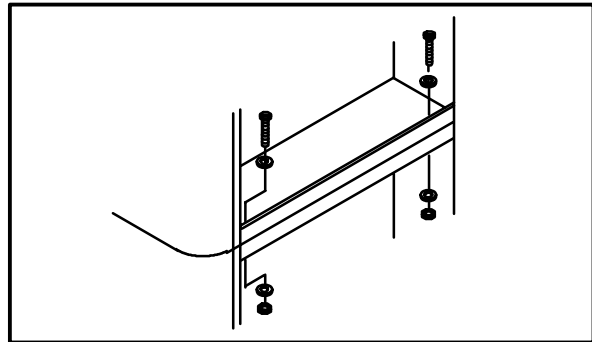

Figure 7
4. Spænd ovnene sammen med bolte, skiver og møtrikker, som illustreret på Figure 7.